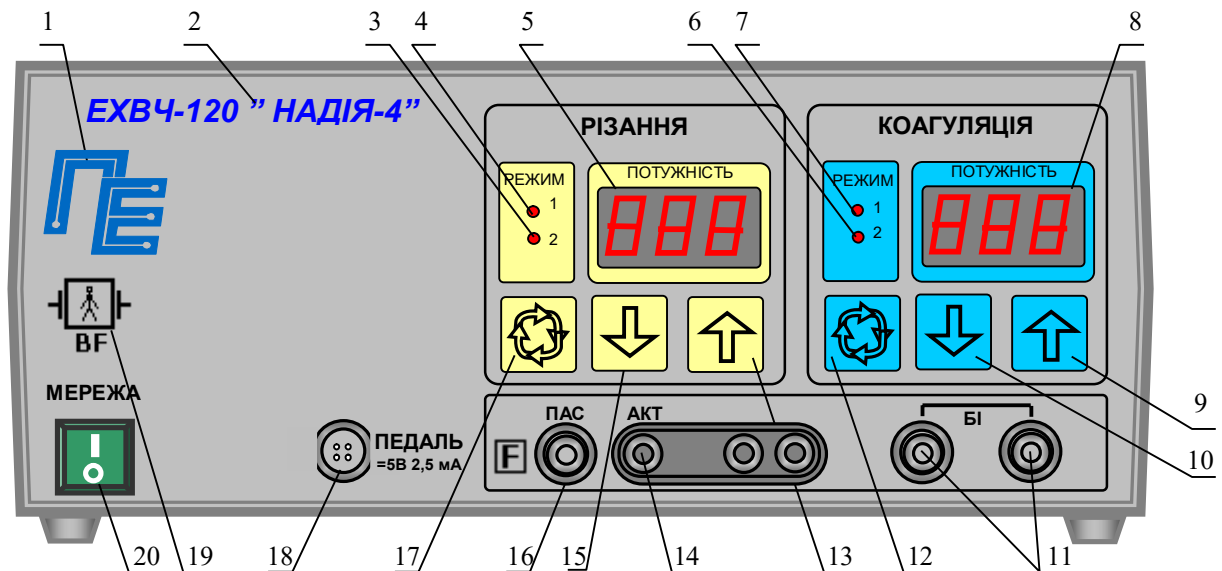
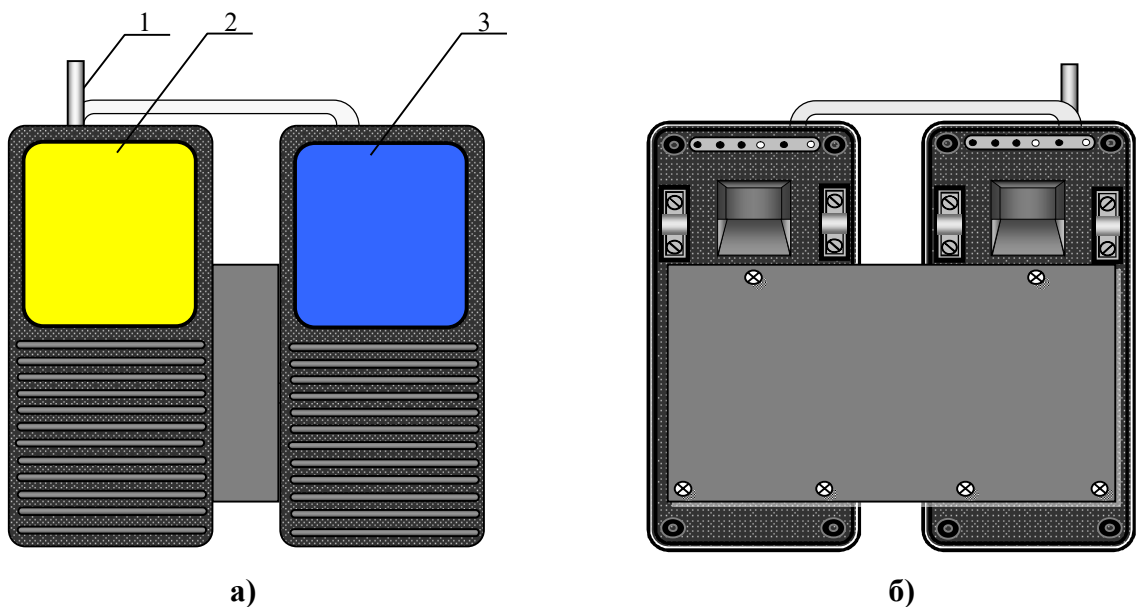

Рис.1. Передня панель електронного блоку.
Рис. 3. Ножна педаль
Конструктивно апарат виконаний у вигляді двох окремих блоків - електронного блоку (рис. 1,2) і ножної педалі (рис. 3).
На передній панелі електронного блоку розташовані наступні органи управління і індикації (рис.1):
Конструкція ножної педалі (рис.3) є підлоговою конструкцією, на якій розташовано дві рухомі платформи: ліва (2) - для включення виду роботи РІЗАННЯ, права (3) - КОАГУЛЯЦІЯ.
- включити апарат, для чого встановити вимикач “МЕРЕЖА” в положення “I”. При цьому висвітлюються індикатори: “МЕРЕЖА”, вибраних режимів роботи. На індикаторах (5,8 рис.1) висвітлюються цифри встановленого рівня вихідної потужності;
- перевірити переключення режимів роботи, для чого послідовно натискаючи кнопки (12, 17 рис.1), переконатися, що апарат послідовно перемикає режими 1, 2 для РІЗАННЯ і режимів 1, 2 для КОАГУЛЯЦІЯ по послідовному загорянню відповідних індикаторів (3, 4, 6, 7 рис.1);
- перевірити регулювання рівня вихідної потужності, для чого, натиснувши кнопки управління (9, 13 рис. 1), переконатися, що відбувається збільшення показань індикатора рівня вихідної потужності, а натиснувши кнопки управління (10, 15 рис.1), переконатися, що відбувається зменшення показань індикатора рівня вихідної потужності. Перевірку провести як для виду робіт РІЗАННЯ так і для виду робіт КОАГУЛЯЦІЯ. Слід пам'ятати, що встановлені рівні вихідної потужності запам'ятовуються для кожного виду і режиму роботи. Види роботи включаються тільки по черзі.